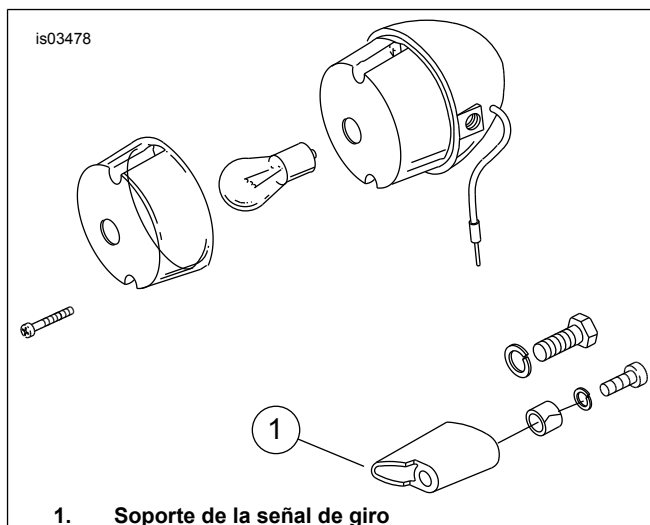

Figura 4. Señal de giro trasera Softail (soporte típico estilo Airfoil)
3. Vea la Figura 4. Extraiga la caja de la luz del soporte de la señal de giro, después quite el soporte. Guarde los elementos de sujeción para la instalación. Deseche el soporte.